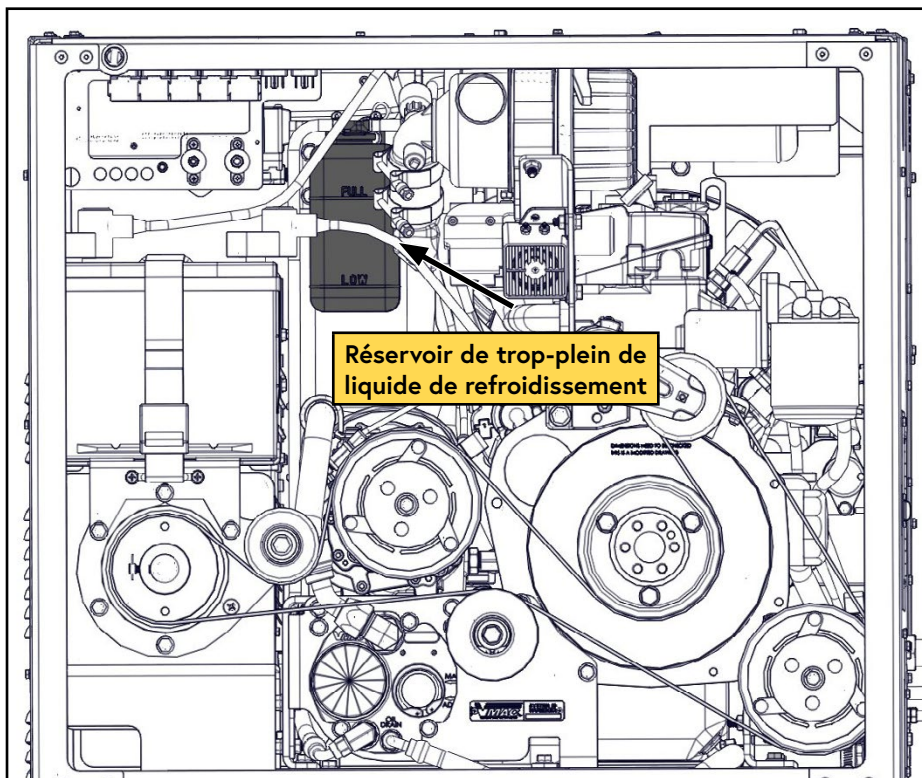

Figure 25 — Inspection du liquide de refroidissement moteur
- ☐ Le liquide de refroidissement du moteur peut être vérifié du côté du panneau de service du système via le réservoir de trop-plein gradué du liquide de refroidissement (Figure 25).